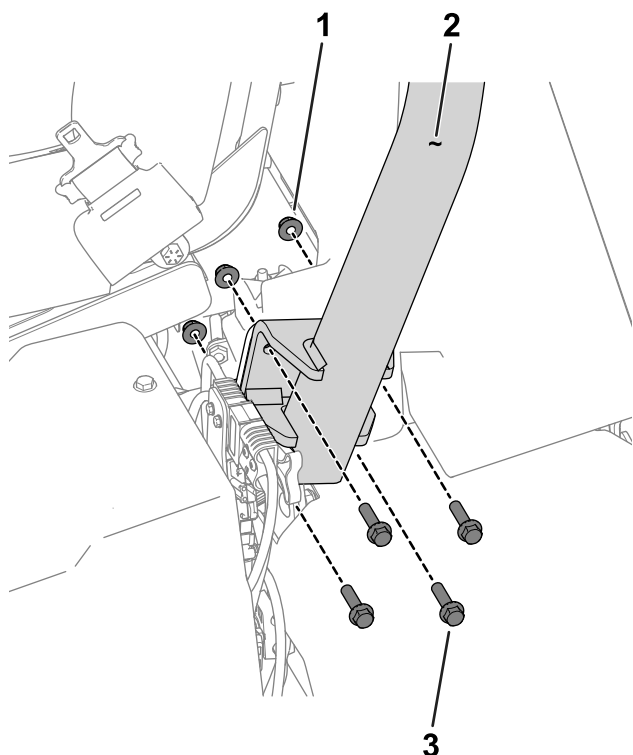

Figura 3
3. Utilice 8 pernos de cabeza hexagonal ( $\frac{3}{8}$ " x  $1\frac{1}{2}$ " ) y 8 tuercas ( $\frac{3}{8}$ " ) para sujetar la barra antivuelco a los soportes de la barra antivuelco en cada lado de la máquina (Figura 3).